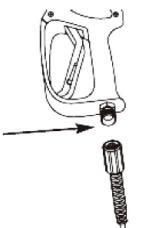

рис.4
3.3 Подсоедините шланг высокого давления к выходному штуцеру. Важно: чтобы избежать повреждения мойки, установить удлинитель сопла на распылитель и присоединить все шланги перед запуском двигателя. Размотайте шланг высокого давления и прикрепите один конец шланга к основанию распылителя. Затяните (рис.4). Подсоедините другой конец шланга высокого давления к выпускному отверстию высокого давления на мойке. Затяните (рис.5). Подключите